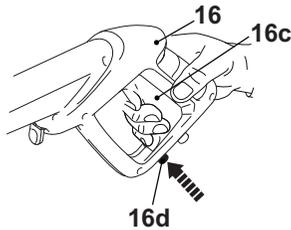

Fig. 24, verrouillage activé; la gâchette est bloquée en position arrêt
1. Appuyez sur le bouton d'activation (16d) pour verrouiller la gâchette quand l'appareil n'est pas utilisé, avant de le poser et avant de le laisser sans surveillance (Fig. 24).
REMARQUE : Le pistolet (16) comporte un système de verrouillage permettant d'éviter que la gâchette (16c) ne soit actionnée accidentellement. Verrouillez la gâchette quand l'appareil n'est pas utilisé, avant de le poser et avant de le laisser sans surveillance (Fig. 24).